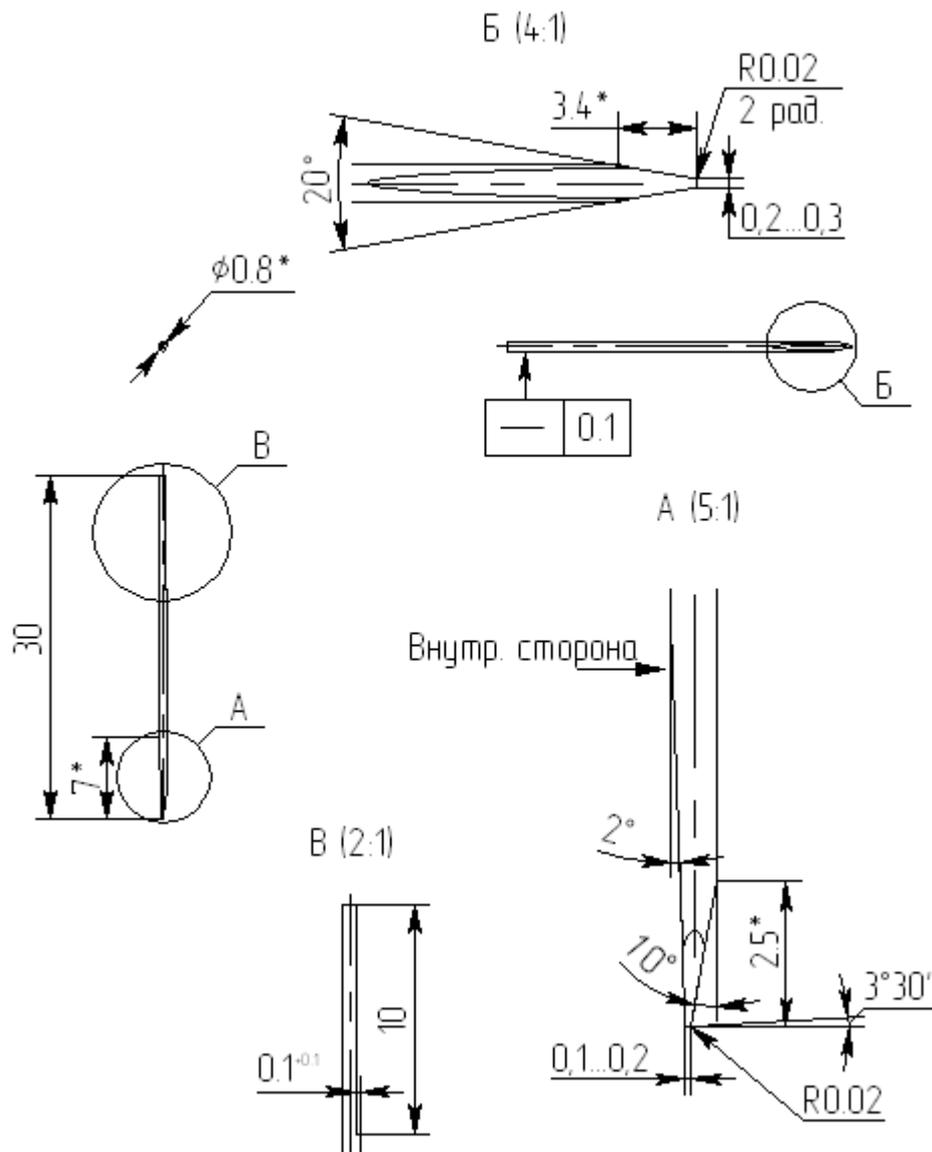

Рис. 7 Электрод
13. Скруглить кромки рабочего торца руководствуясь размерами указанными на изображении электрода (см. Рис. 7).